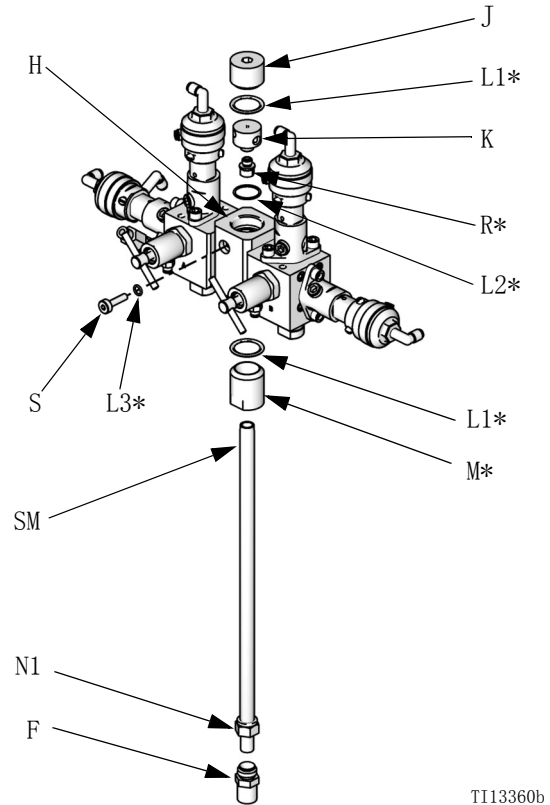

图 13. 安装 15U955 注射配件包
5. 参见图 13。从节流器罩 (H) 上卸下其余零配件。保留插塞 (J) 和基座 (K)。丢弃所有用过的 O 型圈。
6. 将节流器罩 (H) 旋转 180°，使定位螺钉 (S) 位于左上位置，如图 13 所示。卸下并保留两颗定位螺钉 (S)。丢弃 O 形圈 (L3)。在重装时，将调换这两个螺钉的位置。
7. 将大 O 型圈 (L1*) 装在节流器罩 (H) 上。将注射帽 (M*) 拧在节流器罩上。
8. 根据应用要求决定所需的流量范围。将**动态配料限流器选择图**（第 48-53 页）用作指南，为选定的流量和比率选择相应尺寸的节流器。将节流器 (R*) 安装在基座 (K) 上。
9. 按图示安装小歧管 O 型圈 (L2*)、节流器 (R*)、基座 (K)、大 O 型圈 (L1*) 和插塞 (J)。